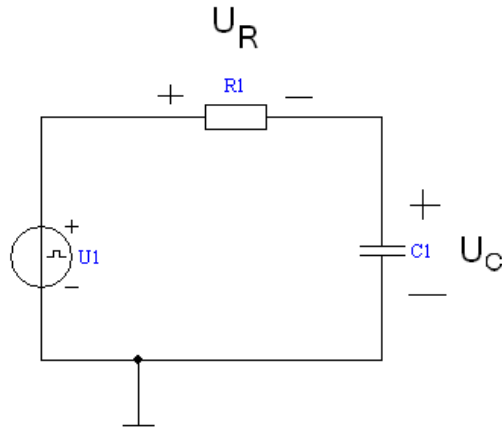

Рис.3.2
2.2. Рассчитайте и постройте кривые изменения напряжений $u_C(t)$ и $u_R(t)$ в RC-контуре (рис.3.2) для значений $R1$, $C1$, соответствующие вашему номеру варианта (табл.3.1). Данные расчета занесите в табл.3.2.